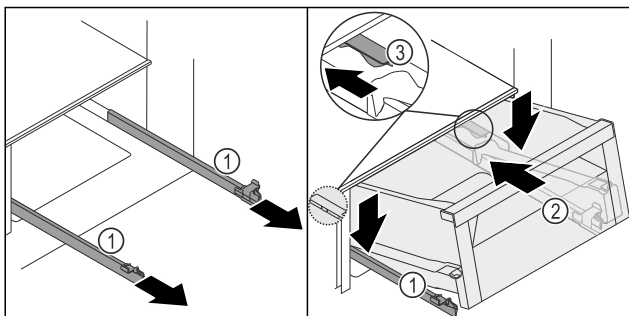
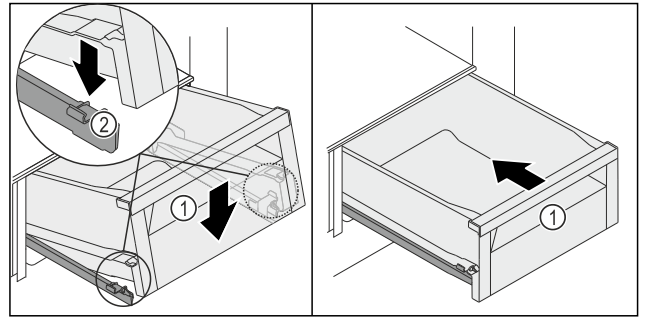

Fig. 247
Fig. 248
- ▶ Schienen *Fig. 247 (1)* festhalten und Schubfach *Fig. 247 (2)* von oben hinter dem Stopper *Fig. 247 (3)* auf den Schienen *Fig. 247 (1)* aufsetzen.
- ▶ Schubfach *Fig. 247 (2)* auf den Schienen *Fig. 247 (1)* bis zum Anschlag nach hinten schieben.
- ▶ Schubfach *Fig. 247 (2)* vorne absenken, so dass Schubfach links und rechts in die Klemme *Fig. 248 (2)* rutscht.
- ▶ Schubfach *Fig. 248 (1)* rastet hörbar ein.
- ▶ Schubfach *Fig. 248 (1)* einschieben.